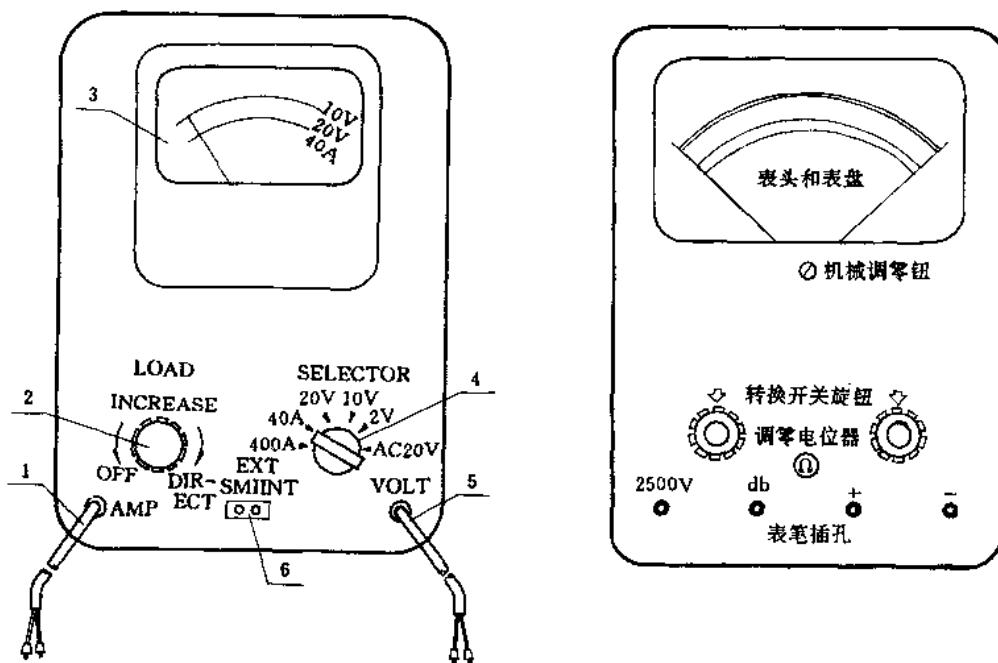

图 1—1 汽车修理用电流-电压表
(1) 面板上各部分的功能 万用电表虽然种类繁多，但其面板结构却大同小异。常用的 500 型模拟式万用电表外形见图 1—2 所示。它由表头、表盘、两个转换开关、调零电位器、4 个表笔插孔及机械调零钮组成，各部分的作用如下。